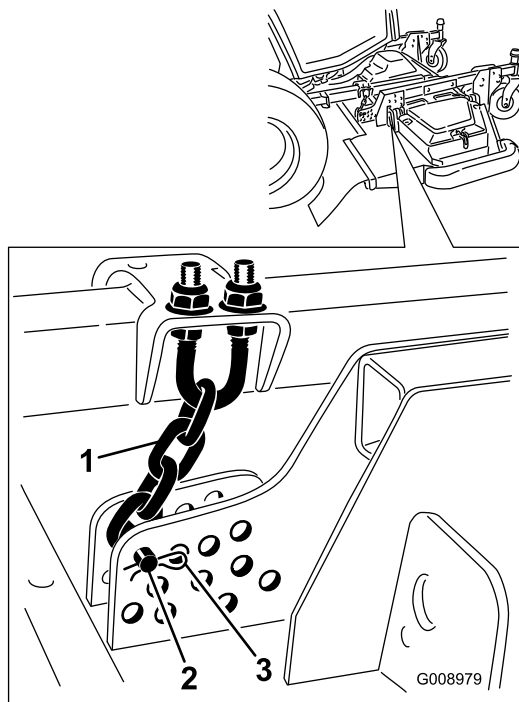

Figure 91
4. Enlevez la goupille fendue et l'axe de chape qui fixent les chaînes de hauteur de coupe à l'arrière du tablier de coupe (Figure 91).